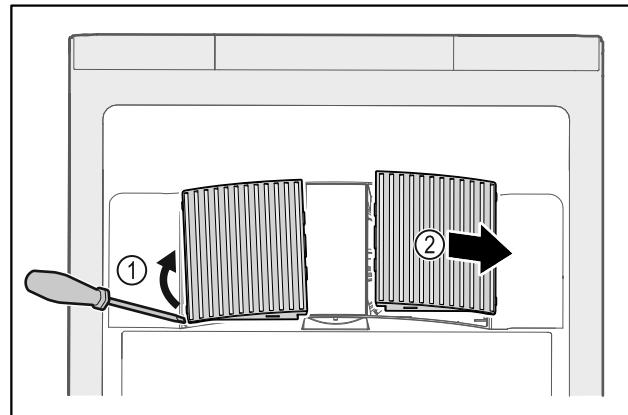

Fig. 141
- Scoateți cu grijă capacele ventilatoarelor de pe partea laterală Fig. 141 (1) și scoateți-le spre partea din față Fig. 141 (2).